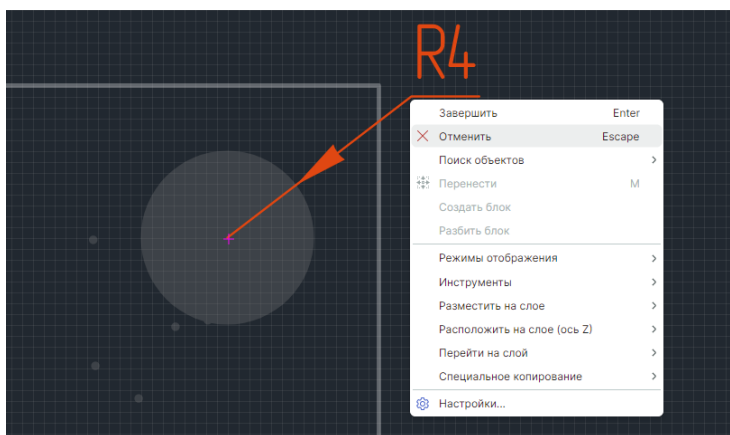

Рис. 420 Отмена размещения размерной линии
6. Размещение линии можно отменить, для этого нажмите клавишу «Escape» или вызовите контекстное меню и выберите «Отменить», см. Рис. 420.